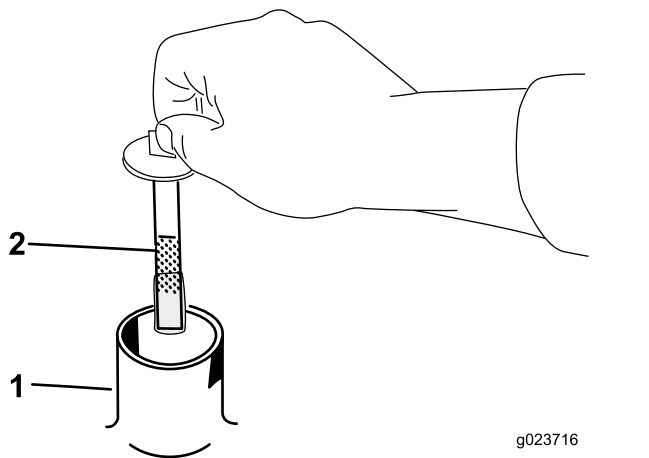

Рисунок 43
5. Снимите крышку с горловины заливного отверстия и проверьте уровень гидравлической жидкости с помощью щупа (Рисунок 43).